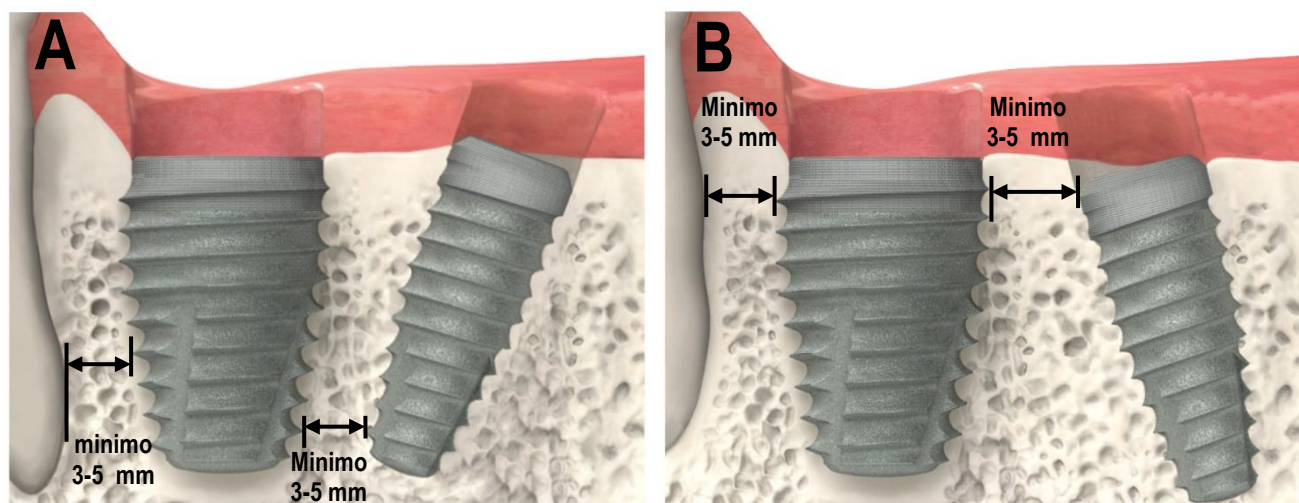

Figura 1. Avvertenze e precauzioni (3)
Gli impianti dentali possono rompersi nel corso della loro funzione per diversi motivi, tra cui il sovraccarico dovuto a un'occlusione impropria, l'affaticamento del metallo e il serraggio eccessivo dell'impianto durante l'inserimento. Una determinata percentuale di impianti può non raggiungere o mantenere l'osteointegrazione, come dimostrato dalla mobilità, e va rimossa. Tra le cause potenziali di frattura di pilastri vi sono, a titolo d'esempio: fusione con angolatura superiore ai 30 gradi, fusione di titanio a più di 2010 °F (1099 °C), supporto inadeguato dell'impianto quando viene fissato a denti parodontalmente compromessi, installazione non passiva di superstruttura, sovraccarico dovuto a occlusione impropria, insediamento incompleto di pilastri cementati e sbalzo eccessivo delle travate del ponte. Gli impianti di piccolo diametro con pilastri angolari o dritti sono destinati alla regione anteriore della bocca e non a quella posteriore, a causa del possibile guasto dell'impianto. Gli impianti Tapered IM (1) sono limitati alla regione molare; (2) sono soggetti alla restrizione di un solo impianto per sito di estrazione molare; (3) vanno collocati a una distanza di 3-5 mm dagli impianti o denti adiacenti rispetto all'estensione apicale dell'impianto e di 3 mm dagli impianti o denti adiacenti rispetto all'estensione coronale (**Figura 1**); (4) devono trovarsi ad almeno 1,5 mm dalle superfici alveolari buccali o linguali per permettere un'integrazione adeguata; e (5) vanno utilizzati quando il chirurgo ha determinato che l'inserimento di un impianto di diametro inferiore ridurrebbe la possibilità di riuscita a causa di scarsa stabilità primaria o aumenterebbe il rischio di ulteriori interventi chirurgici con possibili complicanze.